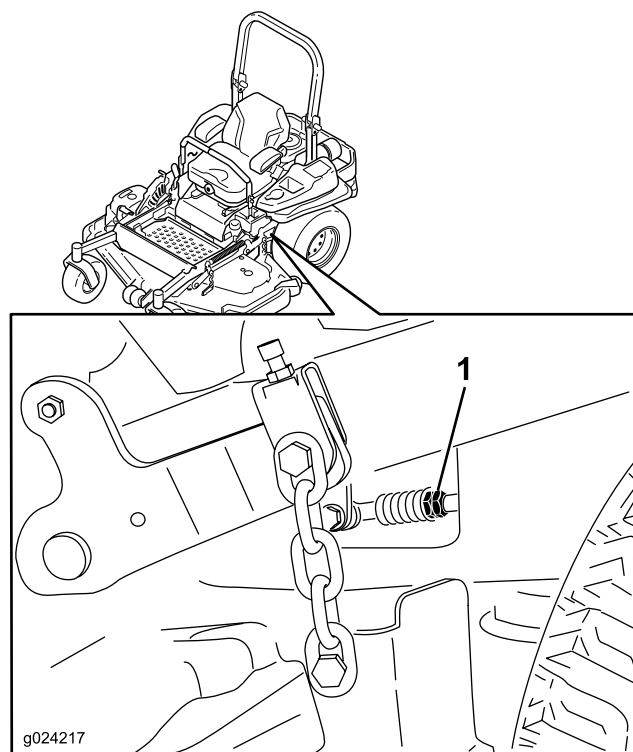

Figure 83
7. Amenez les leviers de commande de déplacement en position Point mort. Réglez la longueur des tiges de pompes en tournant les doubles écrous dans le sens voulu jusqu'à ce que les roues tournent légèrement en marche arrière (Figure 83). Amenez les leviers de commande de déplacement en position de marche arrière et, tout en appuyant légèrement sur les leviers, laissez les ressorts d'indicateur de marche arrière ramener les leviers au point mort. Les roues doivent s'arrêter de tourner ou tourner légèrement en arrière.